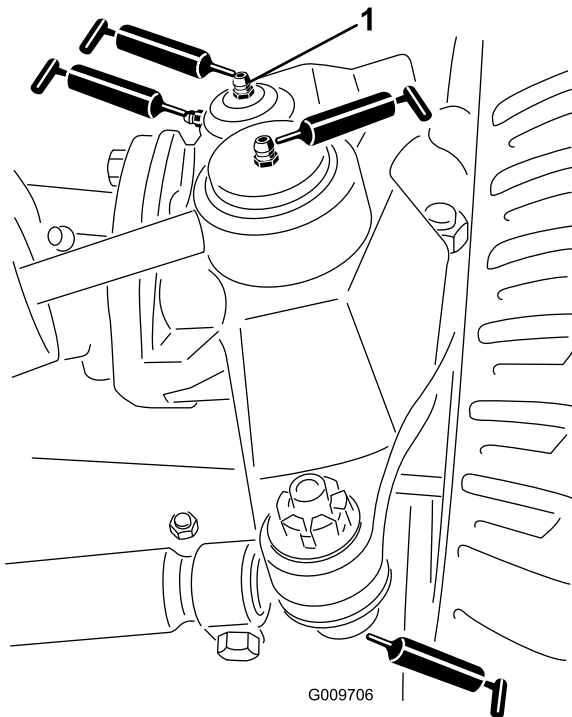

Figure 28
- Rotules de vérin de direction (2) (Figure 28)
- Rotules de biellettes (2) (Figure 28)
- Bagues de pivot de fusée (2) (Figure 28). **Le graisseur supérieur du pivot de fusée ne doit être lubrifié qu'une fois par an (2 injections de graisse).**